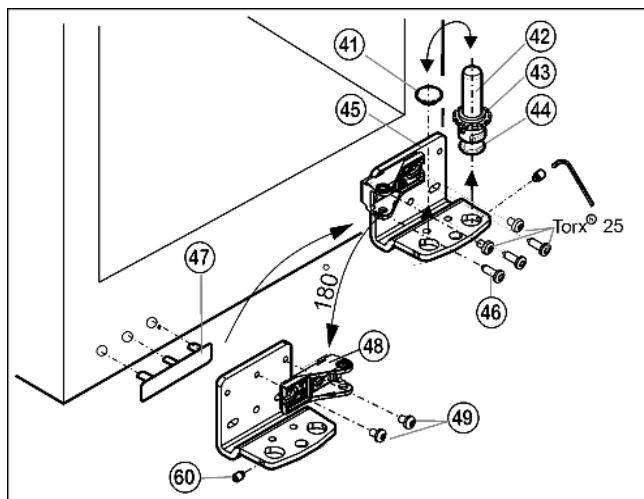

Fig. 13
- Отвинтите установочный винт *Fig. 13 (60)* приблизительно на один оборот прилагаемым торцевым ключом.
- Извлеките опорный винт *Fig. 13 (42)* в комплекте с шайбой *Fig. 13 (43)* и регулируемой опорой *Fig. 13 (44)*, вывинчивая его вверх.
- Снимите пробку *Fig. 13 (41)*.
- Открутите *Fig. 13 (46)* опорный кронштейн *Fig. 13 (45)*.
- ▶ Полностью выкрутите установочный винт *Fig. 13 (60)* и вкрутите на противоположной стороне на нижнем опорном кронштейне, чтобы он был заподлицо с этим кронштейном.
- ▶ Открутите опорную деталь *Fig. 13 (48)* и снова прикрутите *Fig. 13 (49)* внутри с поворотом на 180°.
- ▶ Переставьте пробку *Fig. 13 (41)* в свободное отверстие.
- ▶ Осторожно снимите и переставьте на противоположную сторону крышку со стороны ручки *Fig. 13 (47)*.
- ▶ Снова прикрутите опорный кронштейн *Fig. 13 (45)* на новой стороне шарнира (**с моментом 4 Нм**). При необходимости используйте аккумуляторный шуруповёрт.
- ▶ Вновь закрутите опорный винт *Fig. 13 (42)* в комплекте с шайбой и регулируемой опорой.
- ▶ Затяните установочный винт *Fig. 13 (60)*.
- ▶ Установите дверцу сверху на нижний опорный палец *Fig. 13 (42)*.
- ▶ При необходимости выровняйте дверцы через два продольных паза в нижнем опорном кронштейне Fig. 13 (45) и среднем опорном кронштейне Fig. 11 (31) параллельно корпусу устройства. Для этого выкрутите средний винт на нижнем опорном кронштейне Fig. 13 (45).